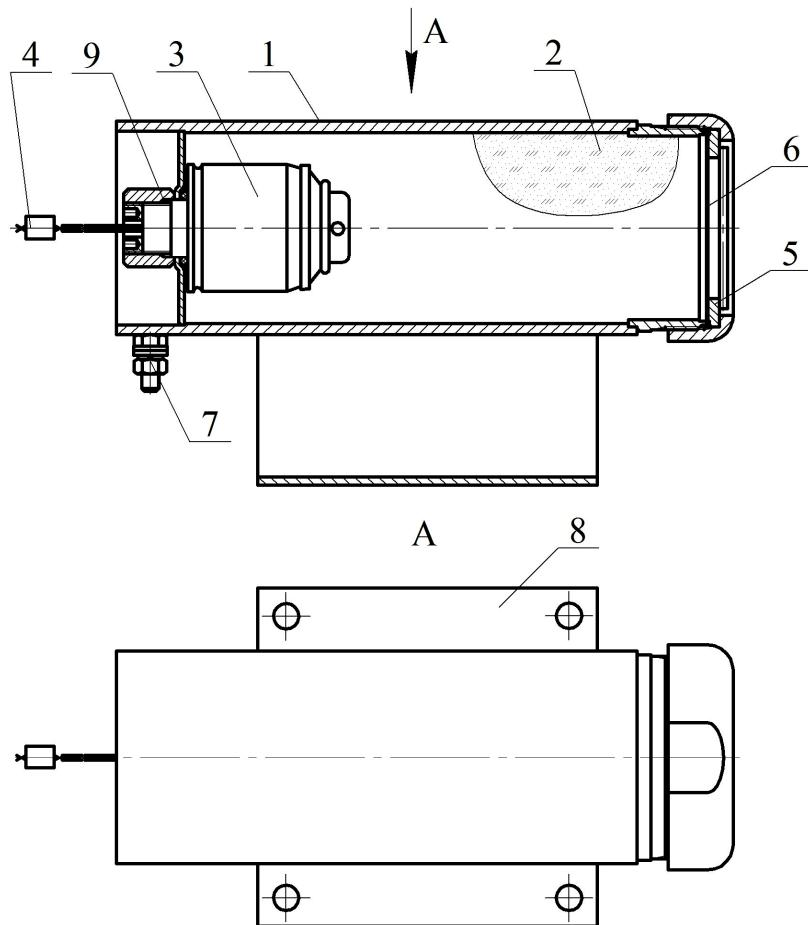

Рисунок 1
4.1.1 МПП (см. рисунок 1) состоит из корпуса **1**, в котором размещаются огнетушащий порошок (ОП) **2** и источник холодного газа (ИХГ) **3** с элементом электропусковым **4**. В передней части корпуса находится насадок-распылитель **5**, выходное отверстие которого перекрыто мембранный **6**. Модуль имеет заземляющий зажим **7**.
7.3 Комплект поставки для перезарядки МПП (см. рисунок 1):